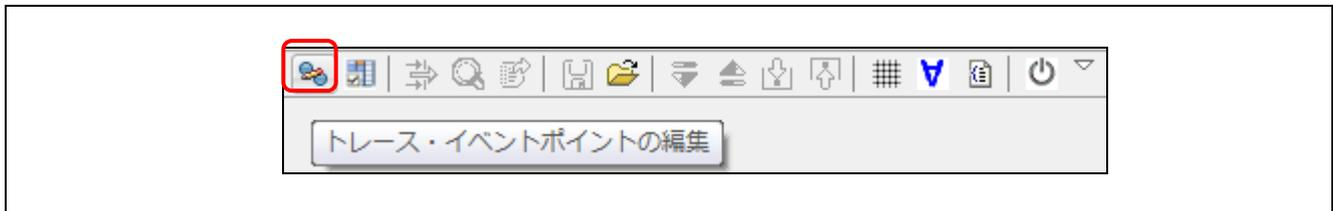

図7 トレース・ツールバーの"トレース・イベントポイントの編集"アイコン
1. 図7に示す[トレース]ウィンドウのツールバーにある"トレース・イベントポイントの編集"アイコンをダブル・クリックします。